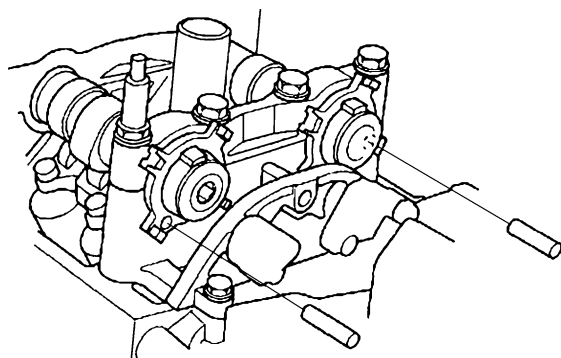

图 23-141 拔出止动器
- 11) 按照图 23-141 所示, 拔出止动器 (工具号: 24635-P6H-003)。